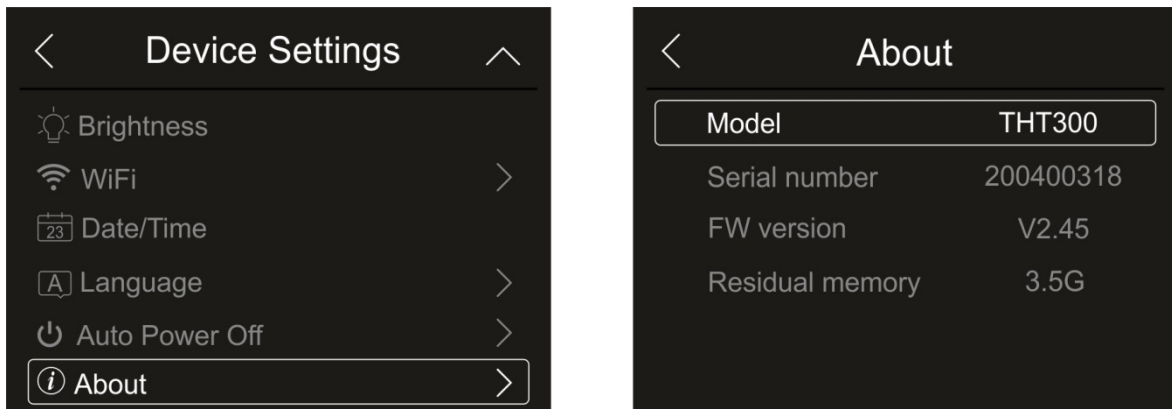

Fig. 19: Informations sur l'instrument
1. Appuyez sur l'élément «About» pour obtenir des informations sur l'instrument concernant : le modèle, le numéro de série, la version du FW interne et la mémoire disponible restante. La page-écran de la Fig. 19 – partie droite s'affiche à l'écran :